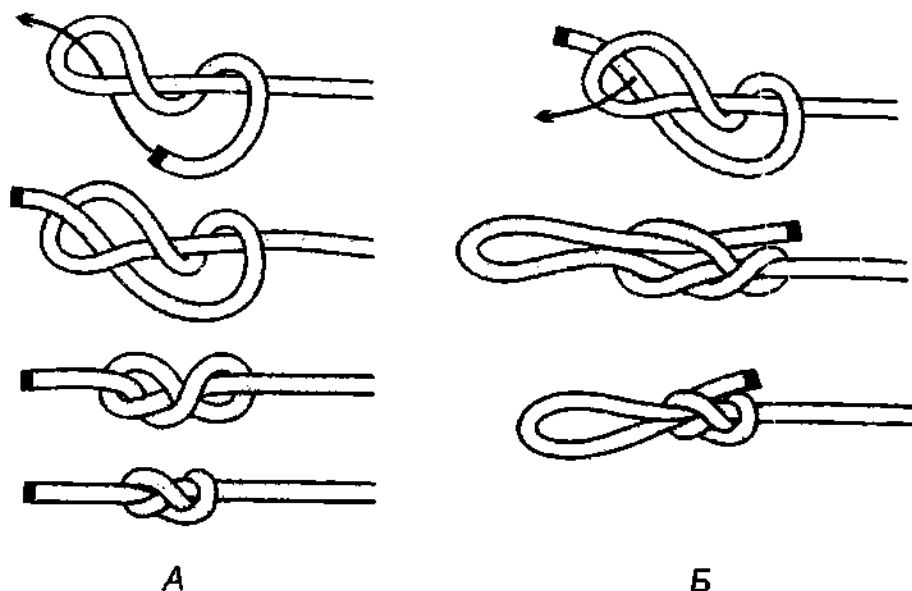

Рис. 87. *Девятка* (А) и *быстроразвязывающаяся девятка* (Б).
Стопорный узел *девятка* (*восьмёрка* с обносом) – это промежуточный узел между узлом *восьмёркой* и *стивидорным узлом* (рис. 87 А). Чаще всего *девятка* вяжется по ошибке. Иногда встречается и другое название этого узла – «двойная восьмёрка». Но двойной восьмёркой его называть было бы неверно, так как двойной восьмёркой фактически является *стивидорный узел*.
*Девятка* применяется не только как стопорный узел. Если *девяткой* прикрепить верёвку к опоре, то такой узел называется *самозатягивающийся узел со шлагом*. Из *девятки* можно сформировать и петлю *силковый узел*. Если *девятку* связать с петелькой, то её при желании можно быстро развязать (рис. 87 Б).